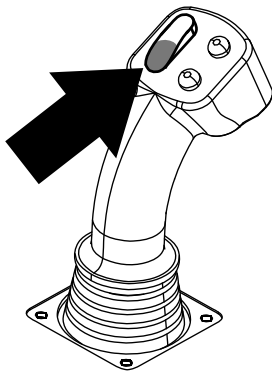
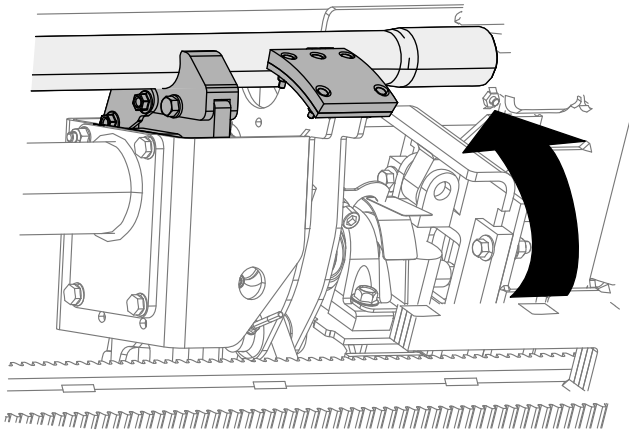

Bild 17
Bild 18
9. Halten Sie den unteren Teil des Kippschalters (Bild 17), bis die Nocken sich zur ausgewählten Reihe unter dem Rohrkasten drehen (Bild 18).